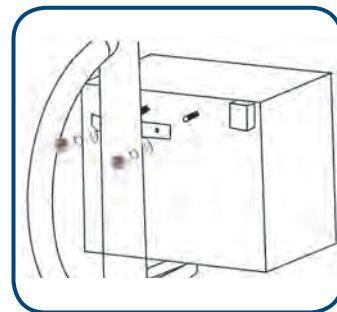

Figura 9. ALINEACIÓN DEL GABINETE A LA SOLERA DE SUJECCIÓN.
4.1.2 Introduzca los tornillos del gabinete dentro de los orificios de la solera de sujeción, con las tuercas y rondanas apretar hasta que quede fijo e inmóvil (Ver Figura 9).